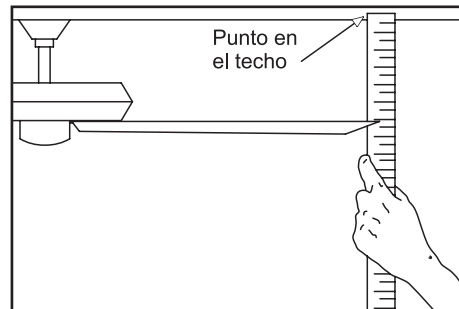

Figura 10
2. La mayoría de los problemas de oscilación del ventilador se deben a que las aspas no están a un mismo nivel. Verifica este nivel seleccionando un punto en el techo sobre la punta de una de las aspas. Mide desde un punto en el centro de cada aspa a un punto en el techo. Mide esta distancia como se muestra en la figura 10. Rota el ventilador hasta que se posicione la siguiente aspa para su medición. Repita para cada aspa. Las desviaciones de la medición deben estar dentro de 1/8". Enciende el ventilador por 10 minutos.